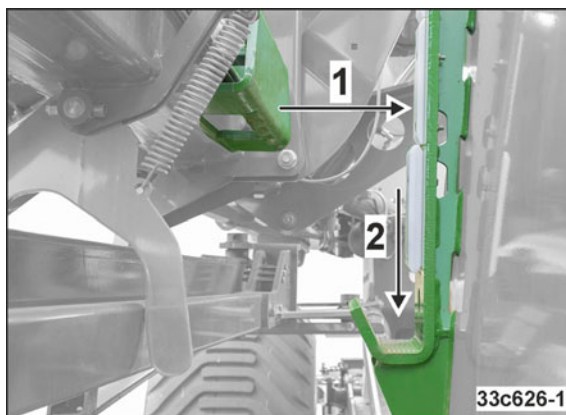

Bild 231
- o maskinarmarna (Bild 231/1) ligger an mot låshakarnas skidor (Bild 231/2).